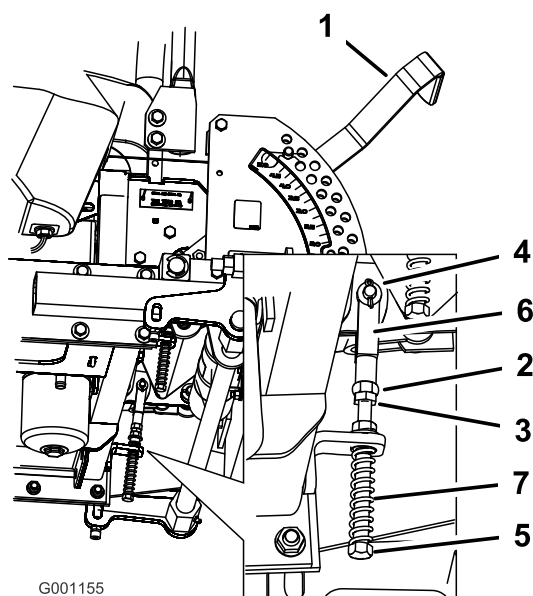

Figura 71
8. Si es necesario un ajuste, afloje la tuerca y la contratuerca contra la horquilla (Figura 71).
9. Aplique una ligera presión hacia atrás en la palanca de control de movimiento, gire la cabeza del perno de ajuste en el sentido apropiado hasta que la palanca de control esté centrada en posición de bloqueo/punto muerto (Figura 71).
10. Apriete la tuerca y la contratuerca (Figura 71).